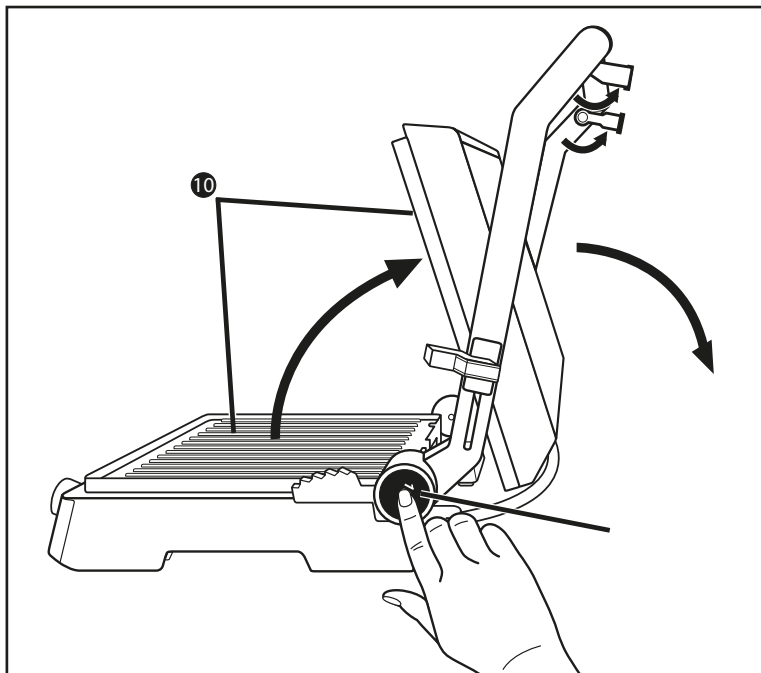

Abb. 1
- 1) Klappen Sie die beiden Stützfüße **1** aus (Abb. 1).
- 2) Drücken Sie die Entriegelungstaste 180° **3** (Abb. 1) und öffnen Sie den Gerätedeckel so weit, dass beide Grillplatten **10** als Tischgrill benutzt werden können.